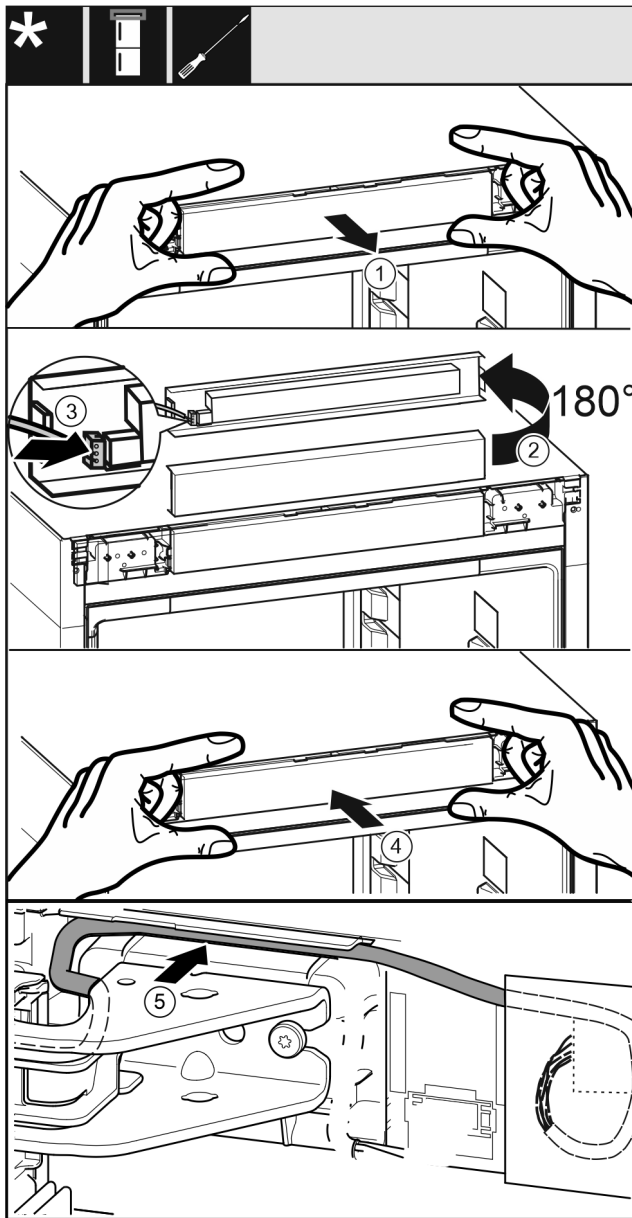

Fig. 43
- ▶ Óvatosan vegye ki a kezelőpanelt. Fig. 43 (1)
- ▶ Fordítsa felfelé a panelt 180°-kal. Fig. 43 (2)
- ▶ Pattintsa rá a dugót a kezelőelem paneljére. Fig. 43 (3)
- ▶ Pattintsa vissza a kezelőpanelt a készülékre. Fig. 43 (4)
- ▶ Óvatosan vezesse el a szürke kábelt a felső csapágybak feletti vezetősínben. Fig. 43 (5)